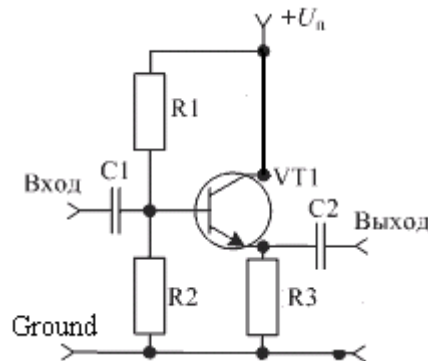

Рис. 2 Принципиальная схема усилителя переменного тока с ОК
**Задача №2.** Разработать *EXPRESS*-модель схемы усилителя с общим коллектором (ОК) (рис. 2). Номиналы компонентов усилителя для различных вариантов указаны в Таблице 2.